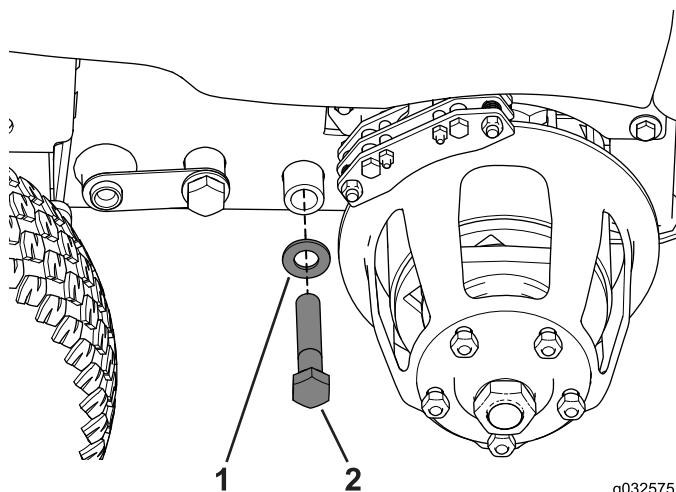

Рисунок 116
4. Снимите болты и шайбы, расположенные ближе всего к задним ступицам (Рисунок 116).